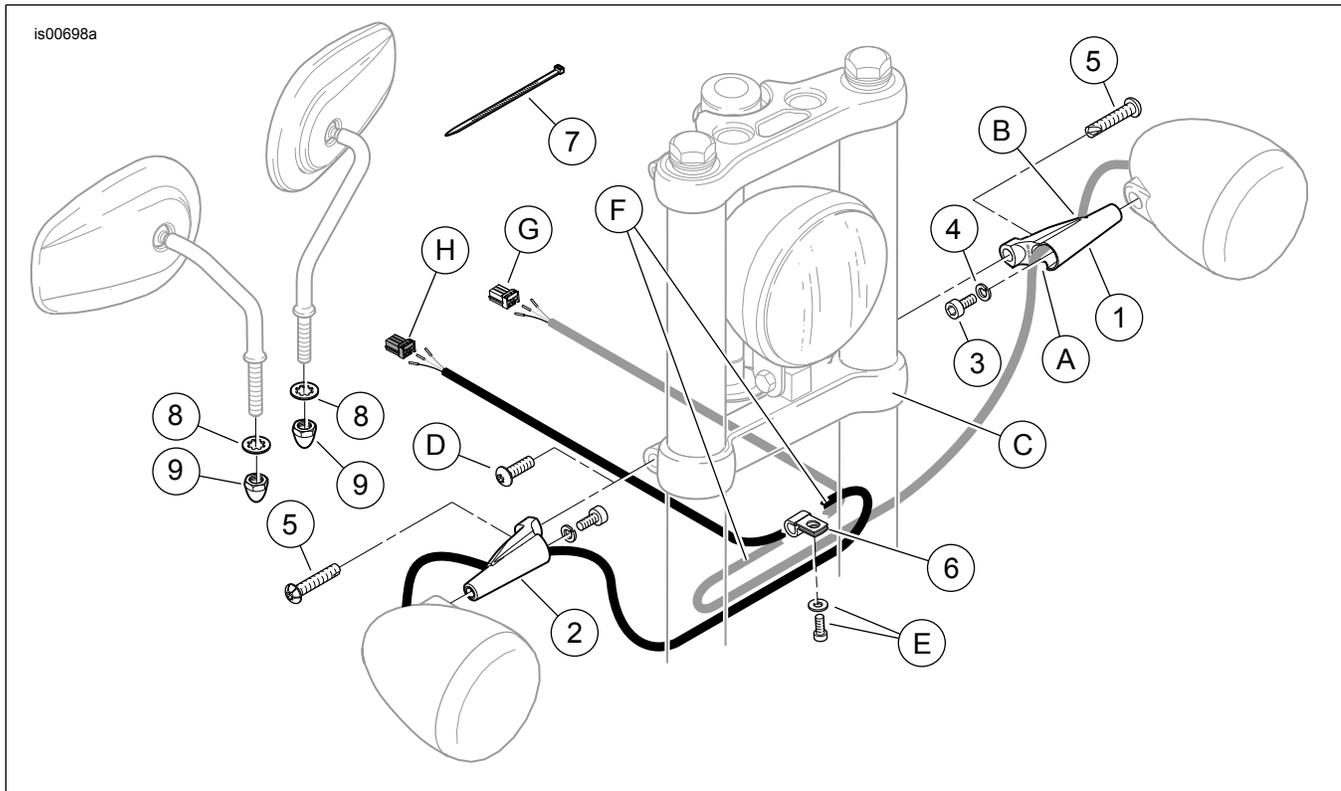

Figura 4. Piezas de servicio: kit de reubicación de las señales de giro delanteras
19. Vea la Figura 4. Obtenga los vástagos de las señales de giro del kit. Los vástagos del lado izquierdo (1) y lado derecho (2) pueden identificarse por los números de pieza que se encuentran en el extremo ancho o colocando el vástago con la muesca para cable (A) hacia abajo, contra la ubicación de montaje en la pieza de soporte inferior de la horquilla.
29. Vea la Figura 4. Pase los cables detrás de los tubos de la horquilla. Pase los cables de ambas señales a través de la abrazadera "P" nueva en la dirección (F) opuesta a la de donde se originan para que el cable regrese a su propia luz de señal de giro. Tire de los cables a través de la abrazadera "P" para que queden tensos y apriete el tornillo de casquete a 11,3-13,6 N·m (8,3-10,0 lb-pie). Los cables de la señal de giro del lado derecho ahora deben estar hacia el lado derecho del vehículo y los cables del lado izquierdo hacia el izquierdo.